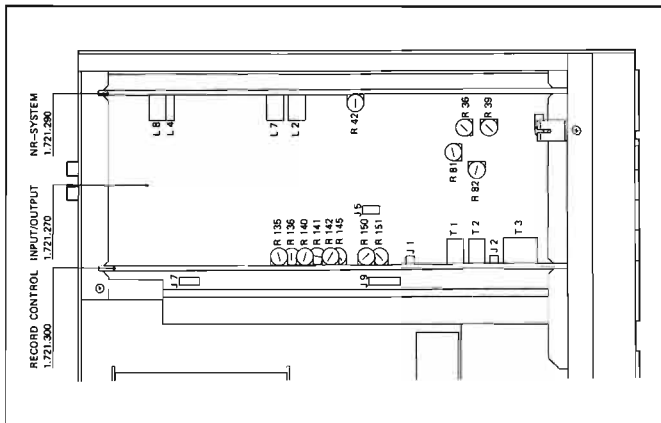

Fig. 5.1
- Ajuster les inductivités L2 et L4, sur la platine NR-SYSTEM, sur la tension minimale sur la sortie. L'amortissement doit être  $\geq$  à 30 dB (Fig. 5.1)
- A l'aide du potentiomètre d'équilibrage R42 (sur la platine NR-SYSTEM) ajuster le niveau de sortie du canal de droite sur la valeur du canal de gauche (Fig. 5.1)